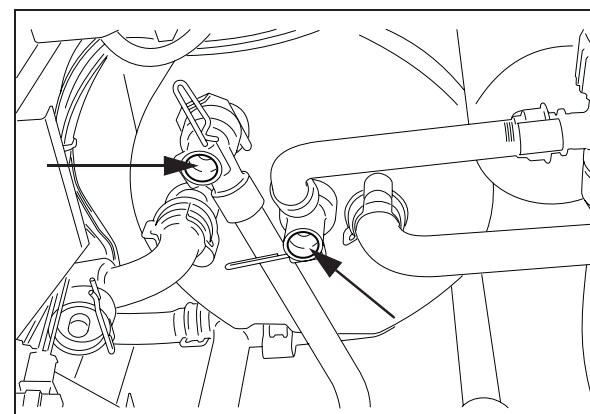

Fig. 50 Lavaggio dell'accumulatore di calore
- Togliere le sonde di temperatura di uscita dell'acqua calda e la sonda di precedenza, ed al loro posto montare i kit raccordi di lavaggio (optional art. 1.152.011) (fig. 50/51).